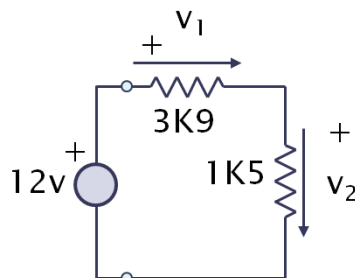

Figura 4 – Esquema eléctrico
5) Indica las operaciones a realizar para calcular el valor de la tensión sobre cada una de las resistencias de la figura 4.
B) Realiza la conexión de la figura 4